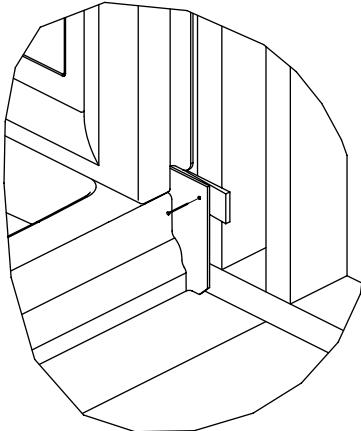

Figura 1
- Clave las esquinas de la base en su lugar mediante clavos grandes galvanizados del nº 6 (no suministrados) para fijar la unidad. (Figura 1)
- Sujete las paredes en su lugar con clavos galvanizados de cabeza grande del nº 6. Comience en el borde exterior y continúe clavando cada pared hacia la esquina. Asegúrese de que la parte inferior de las paredes no se despegue de la base. (Figura 1)